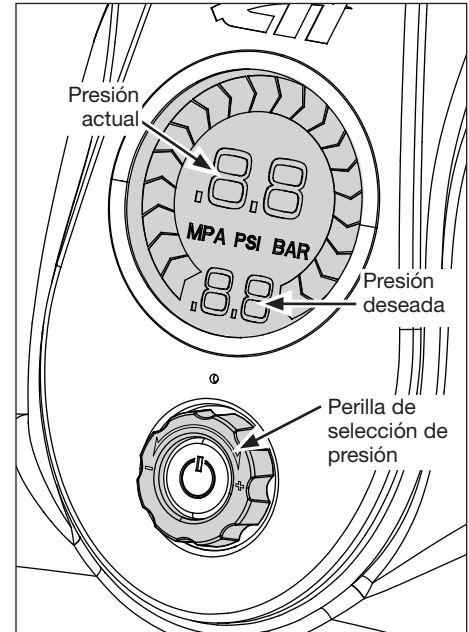

Figura 3 - Manómetro digital y perilla de selección de presión
4. Gire el dial de selección de presión hasta que el campo de la presión marque "LO" (bajo; esta configuración está justo por debajo del valor de 1,39 bar [20 psi]). (Vea la Figura 3).
6. Cuando el artículo alcanza la firmeza deseada, presione el botón de encendido otra vez para parar el inflado. La presión real se podrá leer entonces en el manómetro digital luego de que el inflador se haya detenido. (Vea la Figura 3).
4. Gire la perilla reguladora hasta alcanzar la presión deseada. (Vea la Figura 3).